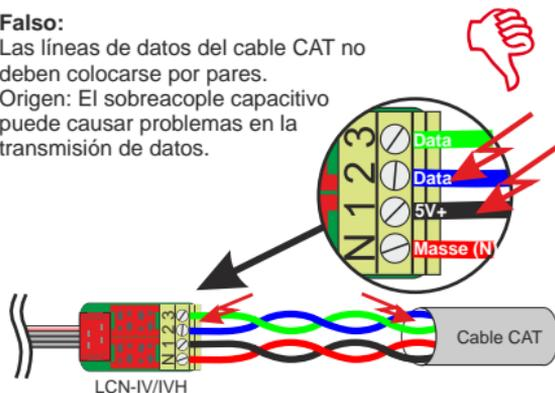

Fig.3:
• 2ª extensión (fig. 3, página 3):